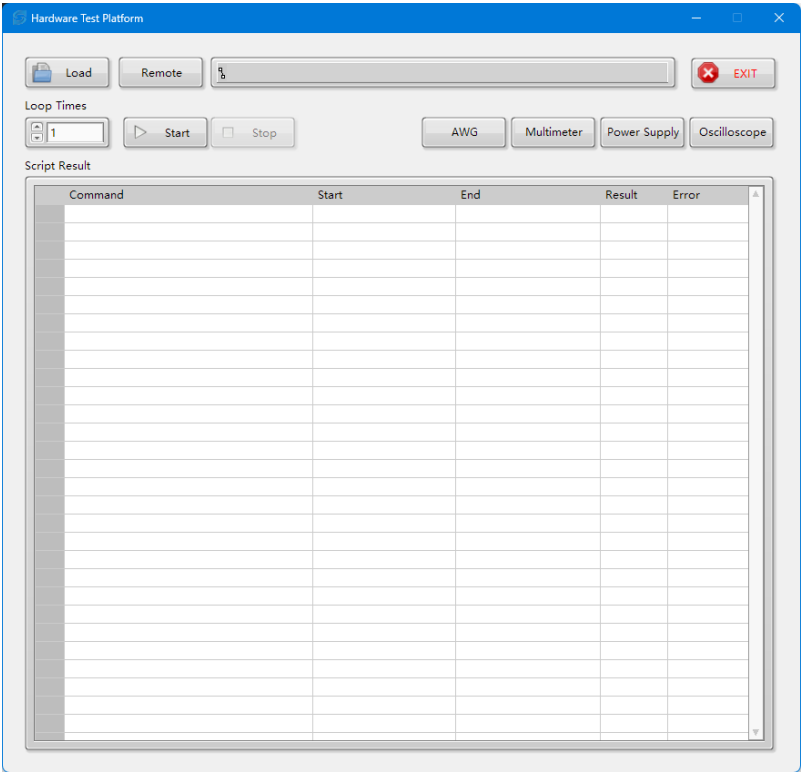

图 4-50 HardwareTestPlatform 软件界面
- 1) 从开始菜单打开 HardwareTestPlatform，打开如所图 4-50 示界面。